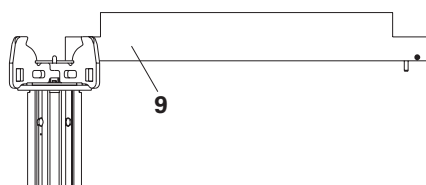

Fig. A5.03
- sulla testa SSK in senso trasversale. (Fig. A5.03)